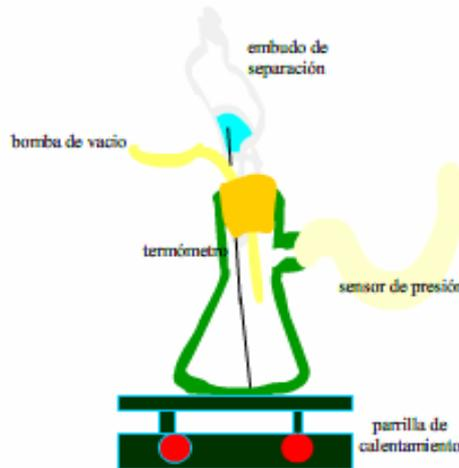

Figura 2. Armado del sistema
17. Arma un sistema como el que se observa en la figura 2.